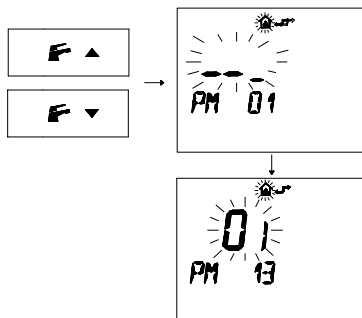

Figura 5.46
- Premere i pulsanti F▼ e F▲ per visualizzare la programmazione "PM13" modo pompa (Figura 5.46).